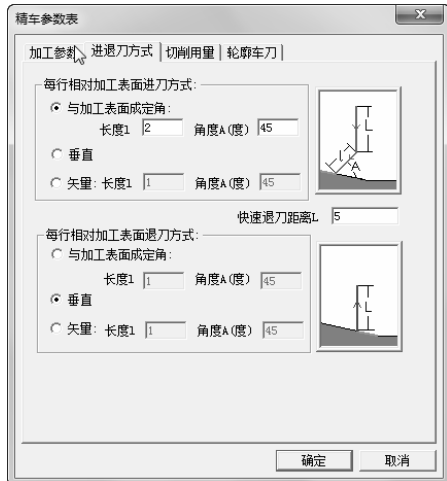

图 6-31 精车外圆进退刀方式参数设定
2) 单击“进退刀方式”选项卡,如图 6-31 所示。设置具体参数如下:每行相对加工表面进刀方式:与加工表面成定角,长度 L:2,角度 A:45;每行相对加工表面退刀方式:垂直;快速退刀距离 L:5。